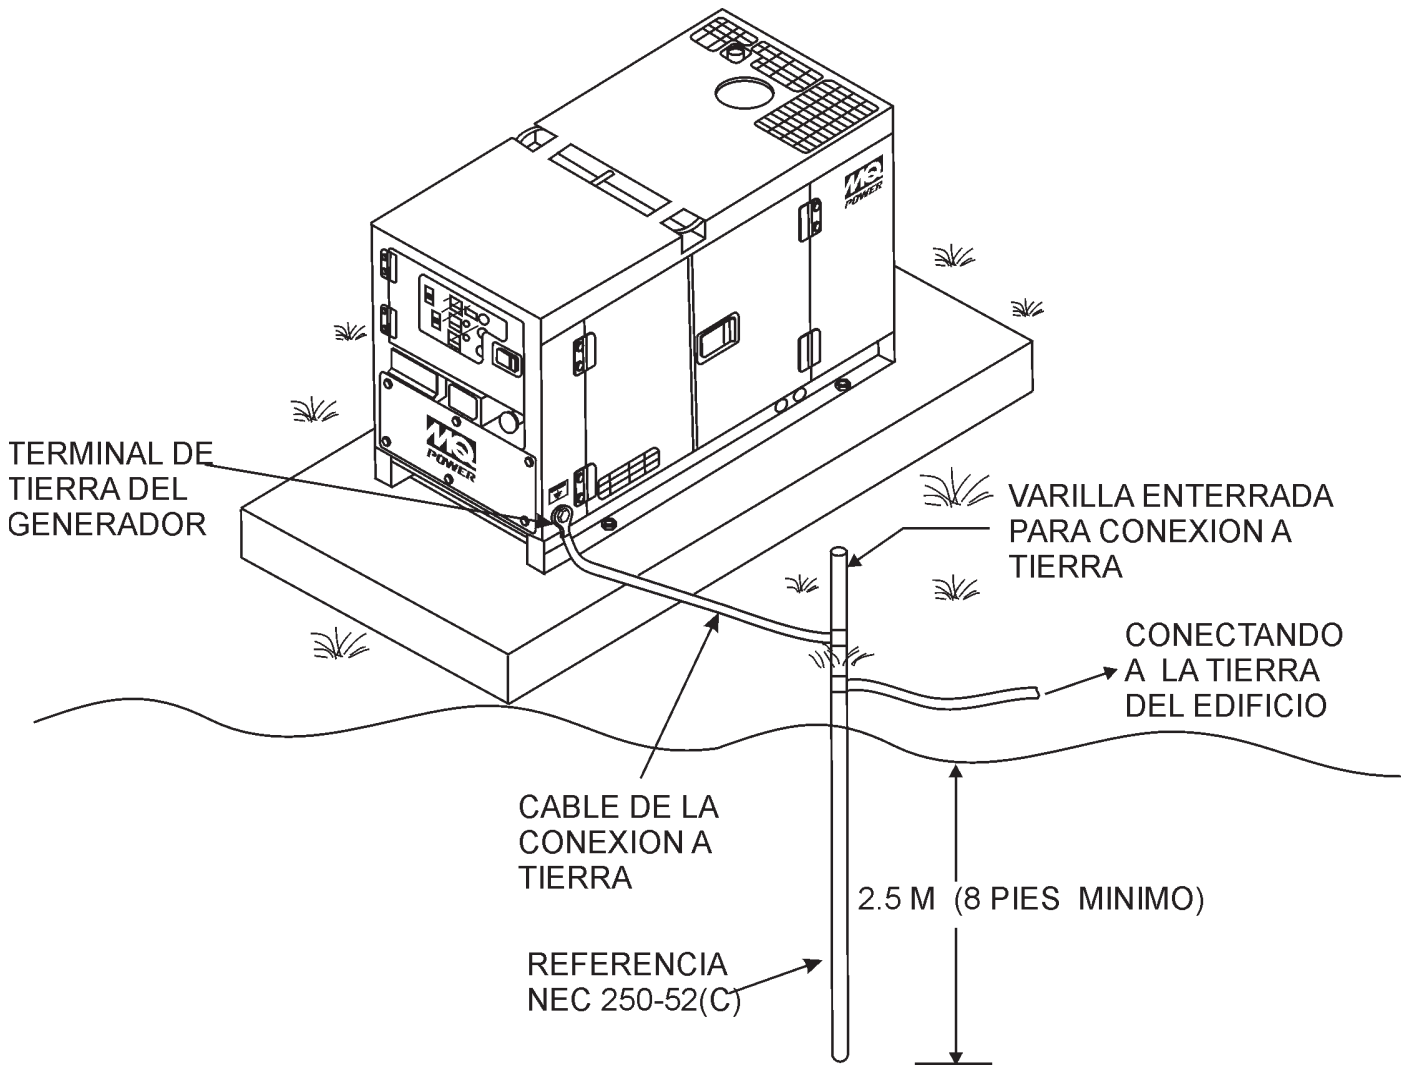

Figura 4. Aplicación a tierra típica del generador
2. Cuando instale el generador (Figura 4) conecte el cable de tierra entre la rondana de presión y tuerca en el generador y apriete la tuerca completamente. Conecte la otra punta de cable a tierra.
3. Artículo 250-52 (C) del CNE, especifica que la varilla de conexión a tierra debe ser enterrar a un mínimo de 2.5 m. (8 pies) bajo tierra.